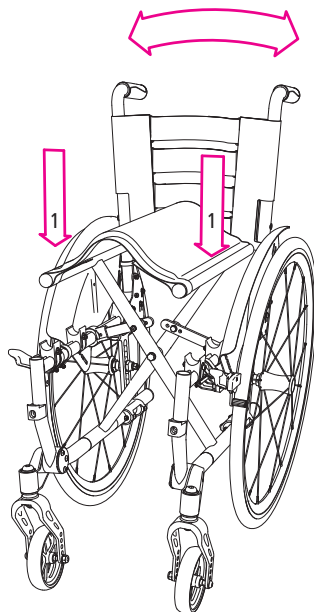

Abb.3
1. Drücken Sie mit den Händen gleichzeitig das linke und rechte Sitzrohr nach unten. Der Rollstuhl faltet sich nun selbstständig auseinander (1, Abb. 3).